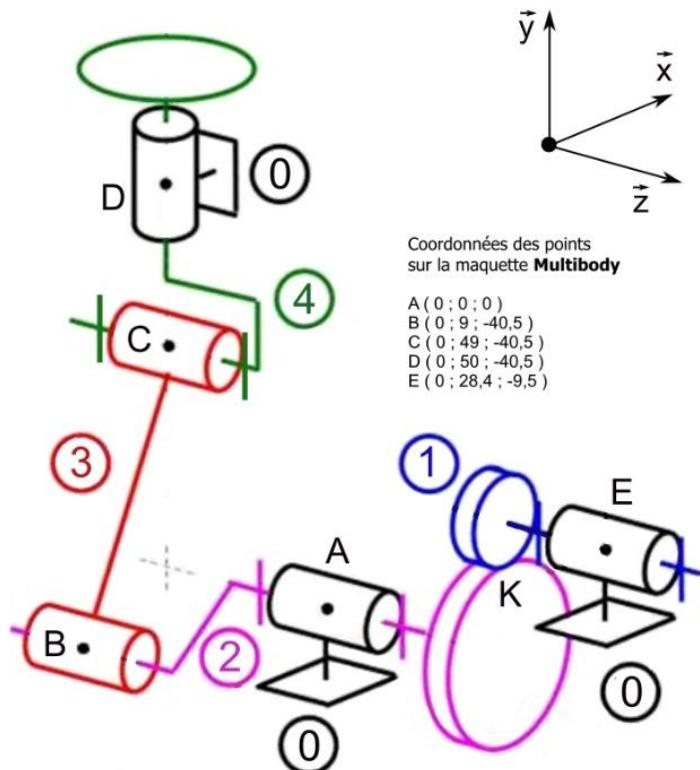

Figure 4 - Modèle cinématique minimal du mini-compresseur
• Fonctionnement (voir modèle cinématique Figure 4)
Un modèle cinématique minimal a été réalisé (voir Figure 4).
- 6.1 Sur le document-réponse, tracer le graphe de liaisons correspondant à la Figure 4 et indiquer la nature et les caractéristiques des différentes liaisons.
Remarque 2 : le modèle cinématique de la Figure 4 donne les coordonnées des points caractéristiques des liaisons.